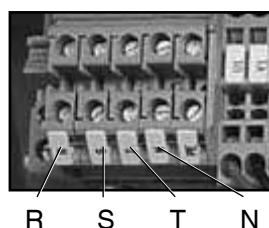

Fig. 12
2. Connettere il cavo di alimentazione trifase AC + Neutro ai terminali R, S, T, N che si trovano sull'apposita morsettiera del quadro (Fig. 12).